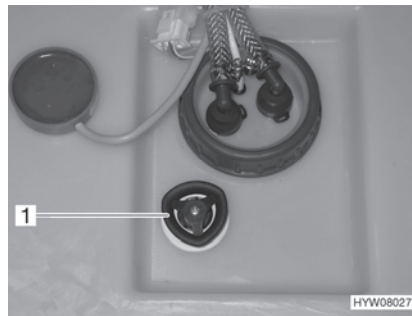

Bild 192 Vattentank med ratt
- Vrid ratten (Bild 192,1) på vattentanken medurs till stoppläget.
- Vrid ratten (Bild 192,1) på vattentanken moturs till motståndet. Vattnet rinner ut tills ca 20 liter är kvar.